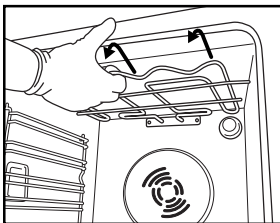
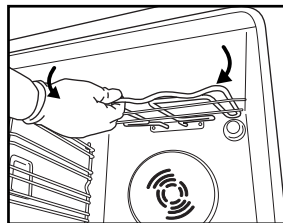

Abb. 3
Abb. 4
2. Ziehen Sie das Heizelement (Abb. 3) etwas nach vorn und senken Sie es anschließend ab (Abb. 4).